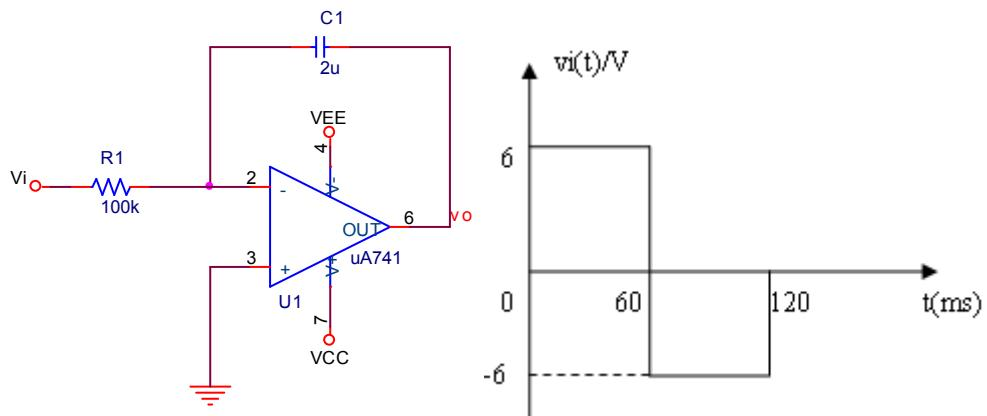

图 8.1.11
8.1.11 积分电路如图 8.1.11，运放选用 uA741，供电电源为±12V。已知初始状态时 $V_C(0)=0$ 。